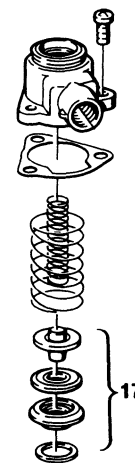

Fig. 9
4. Sostituire la valvola gas lato acqua, pos. 17 fig. 9.